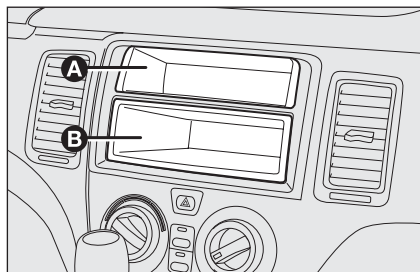

fig. 2
- ☐ avec boîte à gants **A** fixe et compartiment (DIN) **B** extractible pour installation de l'autoradio **fig. 2**;